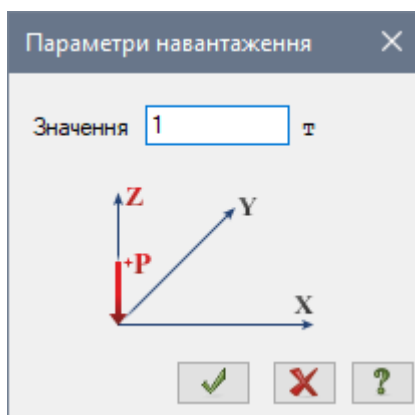

Рис. 10.18. Діалогове вікно **Параметри навантаження**
- У вікні, що з'явилося, введіть значення  $P = 1$  т (рис. 10.18).